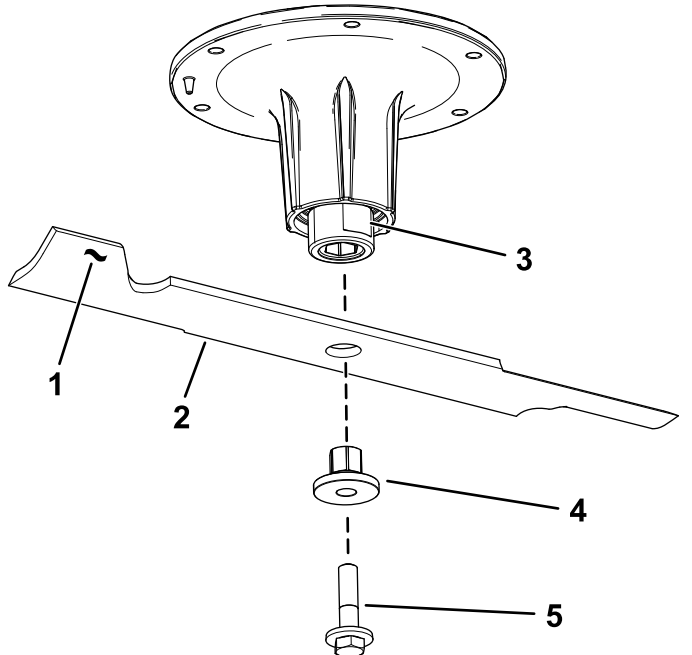

Figura 96
2. Retire el perno de la cuchilla, el buje y la cuchilla del eje (Figura 96).